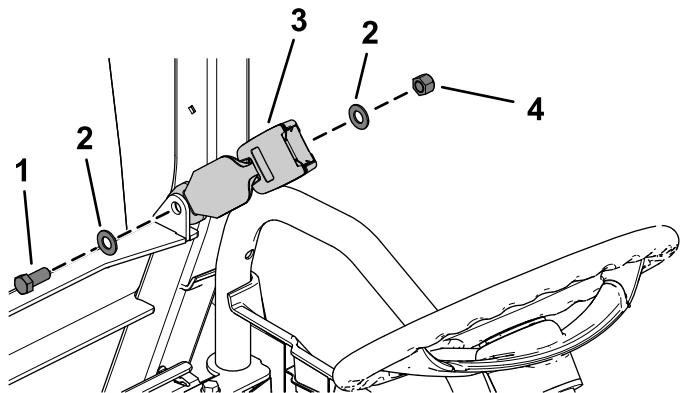

Рисунок 27
1. Установите фиксатор сиденья с помощью болта с шестигранной головкой (7/16 x 1 дюйм), 2 плоских шайб (7/16 дюйма) и контргайки (7/16 дюйма), как показано на Рисунок 27.